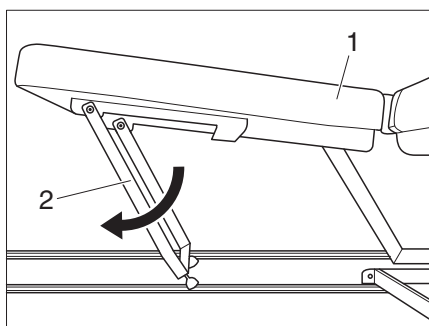

Figure 5 Déplier les pieds
- Rabattre les pieds (Figure 5, 2) sous la rallonge de lit (Figure 5, 1) jusqu'à ce qu'ils s'encliquètent en position verticale.